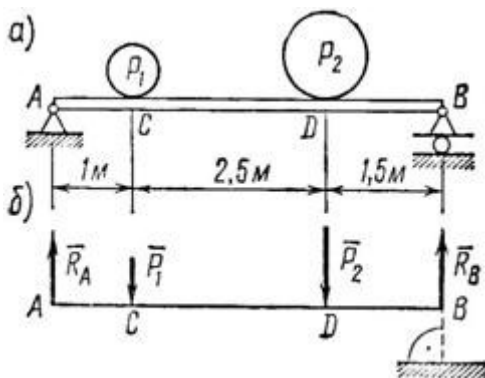

Рисунок 12
3. На горизонтальную балку AB, левый конец которой имеет шарнирно-неподвижную опору, а правый – шарнирно-подвижную, в точках C и D поставлены два груза:  $P_1 = 10$  кН и  $P_2 = 20$  кН (рис. 12, а). Определить реакции опор балки.